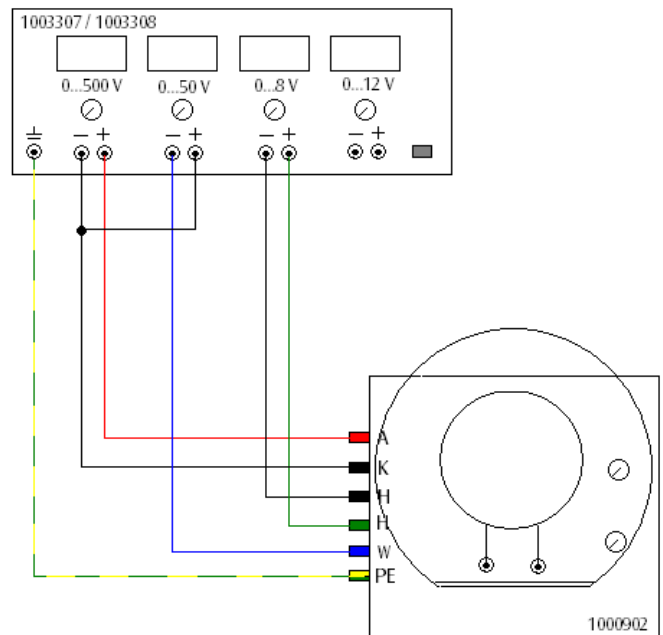

Fig. 3: Conexão do osciloscópio à fonte de alimentação.
- Conectar as entradas do osciloscópio didático com as saídas do aparelho de alimentação em rede conforme às tensões correspondentes (Fig. 3).